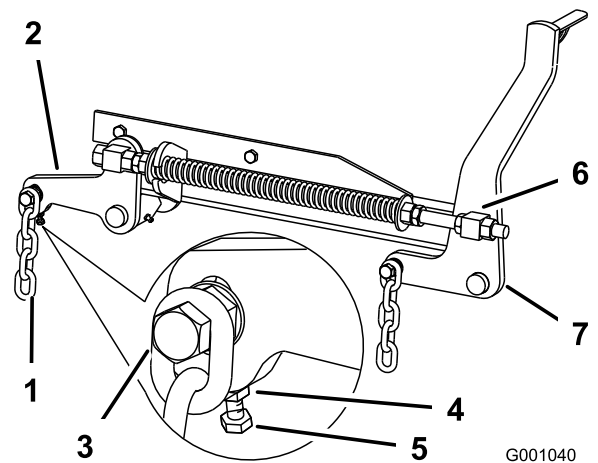

Figura 79
7. Se le misure al punto **B** o **C** non sono esatte, allentate il bullone che monta la catena posteriore al braccio di supporto posteriore (Figura 79).
8. Allentate il controdado sotto il braccio di supporto posteriore e regolate il bullone di regolazione a un valore tra 7,9 e 8,3 cm (Figura 79).
7. Allentate di 13 mm circa i controdadi delle parti girevoli anteriori destra e sinistra (Figura 79).
8. Regolate i dadi di sollevamento sui lati destro e sinistro della macchina finché la parte anteriore della macchina non risulta più bassa di 6–10 mm davanti, al punto **A**, rispetto alla parte posteriore al punto **B** (Figura 79).